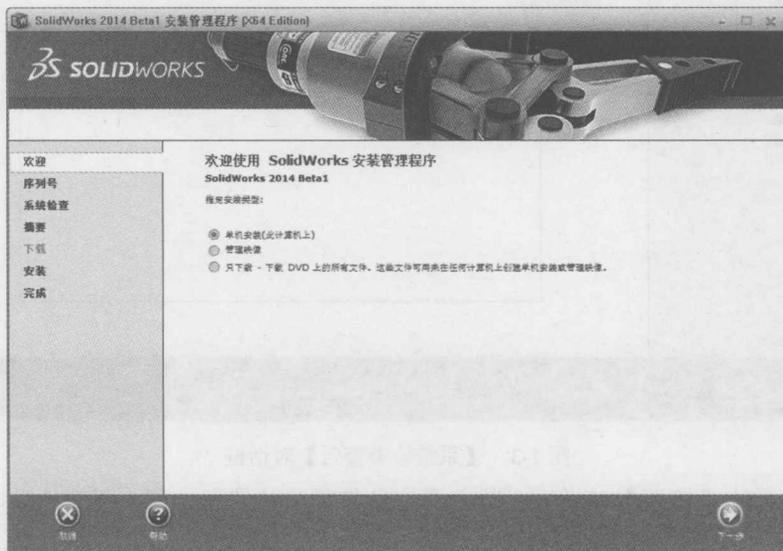

图 1-1 开始安装界面
Step 01 将光盘放入光驱后，单击光盘中的 setup.exe 安装程序，弹出【欢迎】对话框，如图 1-1 所示。